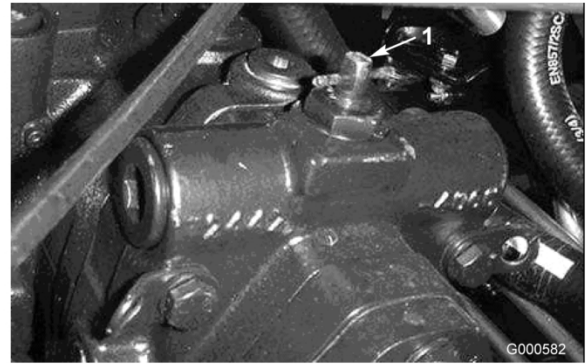

Figura 15
2. Gire la válvula auxiliar 90° (1/4 de vuelta) en cualquier sentido para abrirla y dejar pasar el aceite internamente (Figura 15). Puesto que el aceite se desvía, la máquina puede ser movida lentamente sin dañar la transmisión. Observe la posición de la válvula al abrirla o cerrarla.